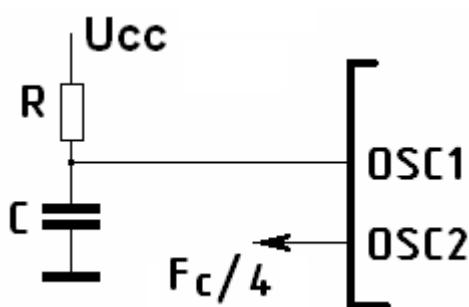

Рис. 6 Схема включения в режиме RC генератора.
**Рис. 6** показана схема подключения RC цепочки к микроконтроллеру. Для сопротивления резистора меньше 2.2 кОм частота тактового генератора может быть нестабильна или генерация может прекратиться. Для очень большого сопротивления резистора (более 1 МОм) генератор тактового сигнала становится чувствителен к внешним помехам, влажности и утечки тока. Поэтому, рекомендуется выбирать величину сопротивления резистора от 3 до 100 кОм. Генератор может работать без внешнего конденсатора, но рекомендуется использовать конденсатор с емкостью более 20 пФ для стабильной работы генератора. Без внешнего конденсатора, или если конденсатор имеет очень малую емкость, частота генератора может варьироваться из-за изменений во внешних емкостях, таких как емкости проводников печатной платы или выводов компонентов.